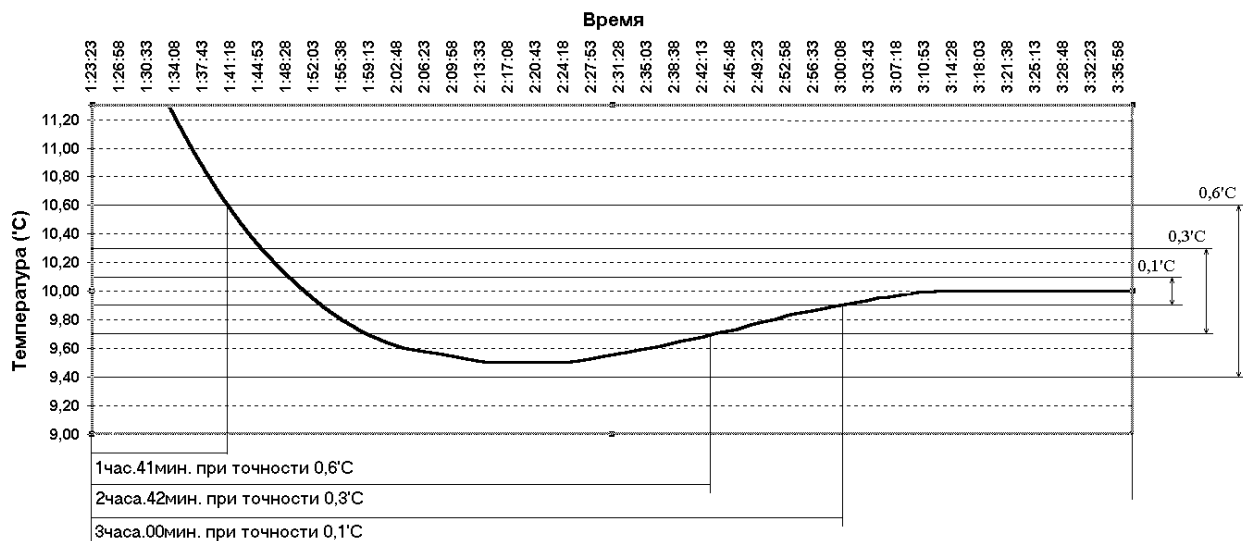

Рисунок 4. Процесс стабилизации температуры внешнего объекта
- 9.1 Процесс стабилизации температуры предполагает наличие времени переходного процесса (время между моментом первого достижения заданной температуры и моментом, начиная с которого значения температуры остаются внутри заданного интервала точности см. Рисунок 4). Время переходного процесса и отклонение температуры от заданной в момент переходного процесса может быть различным. Это обусловлено различными свойствами внешних объектов и физическими свойствами применяемых теплоносителей.
- 9.3 Назначение данного параметра показано на следующем примере (см. рисунок 4).